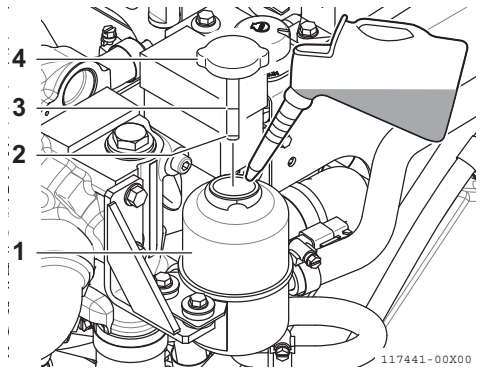

Abbildung 8
1. Füllstutzensendeckel/Pegelstab (**Abbildung 8, (3), (4)**) von Servolenkungsflüssigkeits-Wartungsbehälter entfernen (**Abbildung 8, (1)**) und mit sauberem Tuch abwischen
3. Pegelstab herausziehen. Der Ölstand muss zwischen oberer (**Abbildung 8, (3)**) und unterer (**Abbildung 8, (2)**) Markierung am Pegelstab sein.